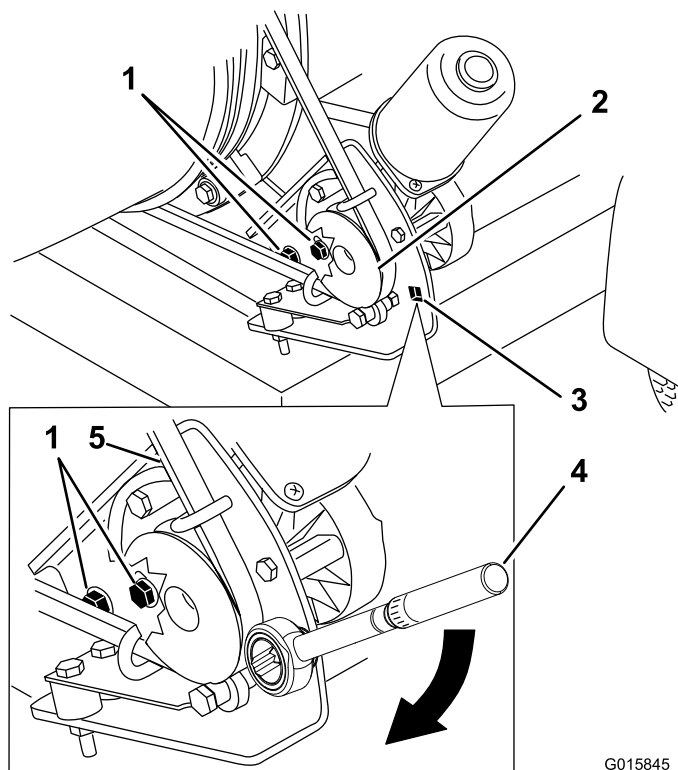

Figura 33
1. Desaperte os parafusos que fixam o suporte de montagem da polia ao chassi do soprador (Figura 33).
- Coloque uma chave dinamométrica no suporte de montagem da polia (Figura 33).
- Rode o suporte de montagem da polia afastando-o do bico até que a chave indique 22,6 a 26,0 Nm (Figura 33).